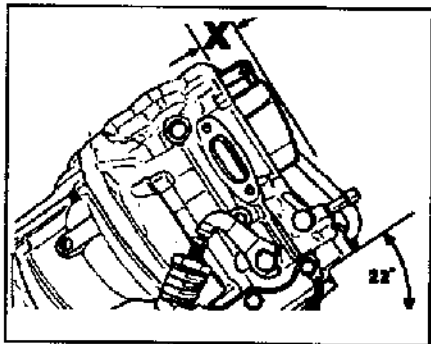

Рис. 8 Проверка уровня топлива.
- а) Корпус карбюратора без поплавковой камеры перевернуть и установить под углом 22°, измерить зазор "X" (Рис.8) каждого поплавка. Язычок поплавка не должен утапливать шарик игольчатого клапана.